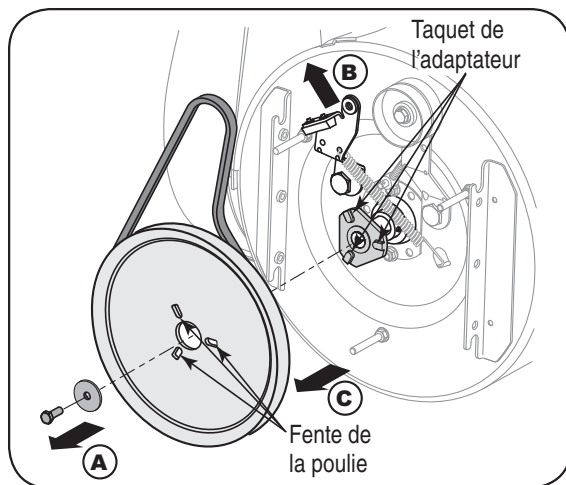

Figure 6-10
9. Bloquez la turbine avec une cale en bois pour l'empêcher de tourner et utilisez une clé de 1/2 po pour enlever la vis à tête hex. et la rondelle du milieu de la poulie sur l'habitacle de la tarière. Voir la Figure 6-10.
10. Dégagez le support du frein de la gorge de la poulie et libérez la poulie des taquets de l'adaptateur de la poulie de la tarière pour enlever la courroie usagée. Voir la Figure 6-10.
12. Tournez la poulie selon le besoin pour aligner les trois fentes avec les taquets de l'adaptateur de la poulie, puis éloignez le support du frein de l'arbre d'admission. Poussez la poulie de la tarière à fond sur l'adaptateur tout en alignant les fentes de la poulie et les taquets de l'adaptateur. Voir la Figure 6-10.
REMARQUE : Si l'adaptateur de la poulie a été démonté en même temps que la poulie, alignez les cannelures de l'adaptateur de la poulie et l'arbre d'admission de la tarière et poussez la poulie et l'adaptateur sur l'arbre d'admission. Voir la Figure 6-10.